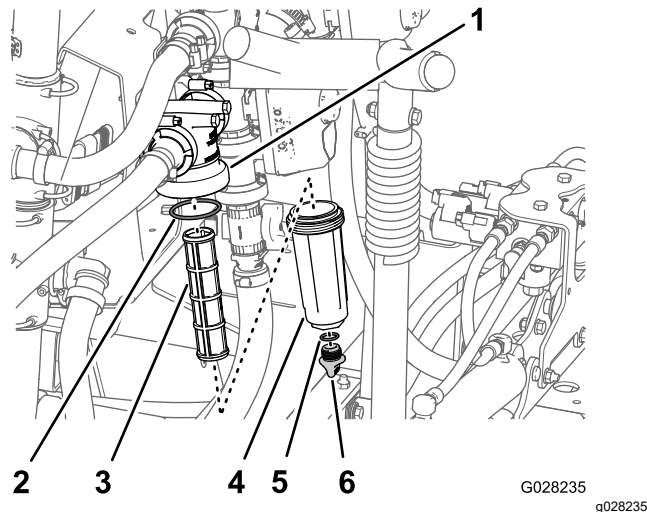

Bild 53
2. Stellen Sie eine Auffangwanne unter den Druckfilter (Bild 53).
3. Drehen Sie die Ablasskappe nach links und nehmen sie von der Glocke des Druckfilters ab (Bild 53).
4. Drehen Sie die Glocke nach links und nehmen den Filterkopf ab (Bild 53).
5. Entfernen Sie den Druckfiltereinsatz (Bild 53).
7. Prüfen Sie die Dichtung für die Ablassschraube (in der Glocke) und die Dichtung für die Glocke (im Filterkopf) auf Beschädigungen und Abnutzung (Bild 53).
8. Setzen Sie den Druckfiltereinsatz in den Filterkopf ein (Bild 53).
9. Befestigen Sie die Glocke am Filterkopf und ziehen sie mit der Hand an (Bild 53).
10. Befestigen Sie die Ablassschraube am Anschlussstück unten an der Glocke und ziehen sie mit der Hand an (Bild 53).